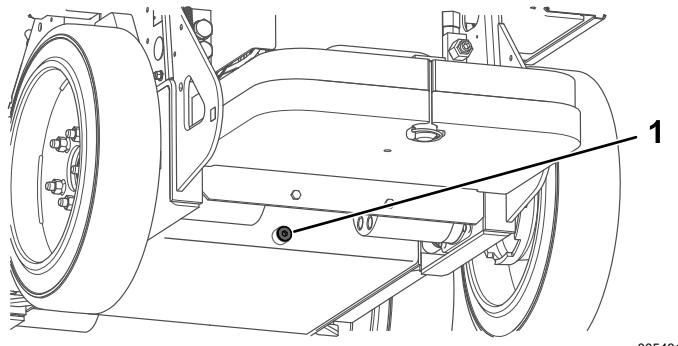

Bild 37
5. Entfernen Sie die Ablassschraube von der Unterseite des Hydraulikölbehälter und lassen Sie das Öl vollständig herauslaufen (**Bild 37**).